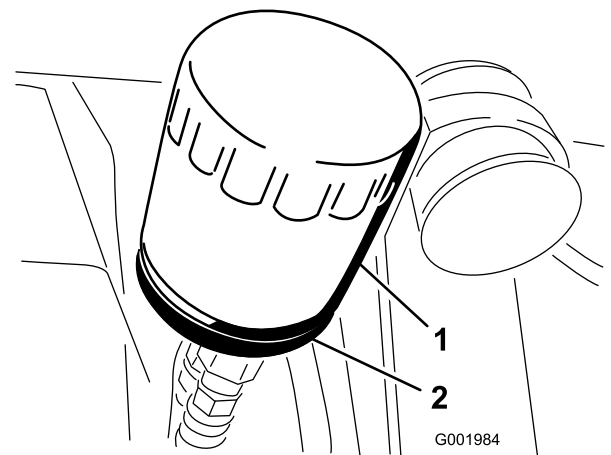

図 52
2. オイルフィルタ (図 52) を外す。
- アダプタに新しいフィルタを取り付ける。ガスケットがアダプタに当たるまで手でねじ込み、そこから更に 1/2 回転増し締めする(図 52)。